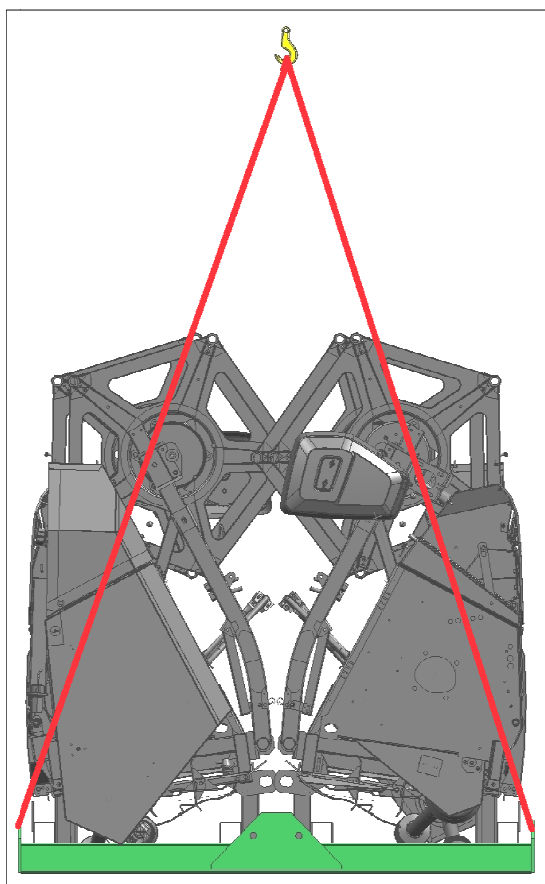

Рисунок 8.17
3) Для дальнейшего транспортирования двух жаток на общей подставке в кузове автомобильного транспорта, необходимо отсоединить четыре стропы длиной 3300 мм от рамки ЖСУ-500.33.11.200, и закрепить стропы длиной 5000 мм на общую подставку ЖСУ-701.33.11.100 (см. рисунок 8.17).